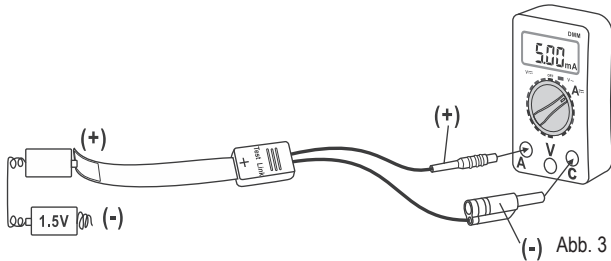

Abb. 3
- Verbinden Sie den einzeln am positiven Batteriepol angeschlossenen Messadapter entsprechend der Abbildung 3 mit einem geeigneten Multimeter.